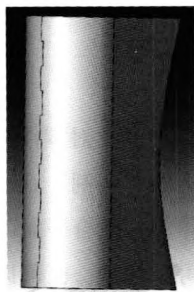

图 1
如设计图 1 零件的三维图形。拿到零件后，首先对整个零件进行分析，得出以下特点：此零件是严格的左右对称，内部中间有加强筋，分布比较规则，也是严格的左右对称分布（见图 2）；左、右两片是榫头式装配，材料为工程塑料，装配后用胶胶合；沿左、右片的周围，分布一些支撑轴。
(1) 按整体形状分成三个截面，先使用草图命令，测绘制三个平行的截面。点击菜单里“草图”命令，任意选择一个视图（XY、YZ 和 XZ）作为平面，此处选中“俯视图 XY”作为平面绘制草图 1；